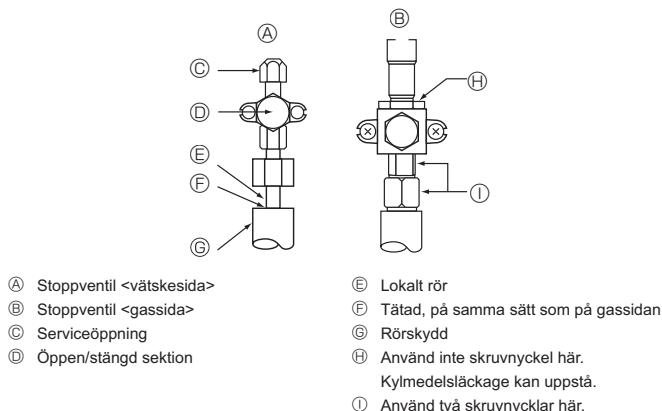

Fig. 4-5
4.4. Provmetod för att kontrollera om köldmedelsrören är lufttäta (Fig. 4-5)
- ① Anslut testverktygen.
- ② Trycksätt inte till det angivna trycket direkt, utan lägg på trycket lite i taget.
- ① Trycksätt till 0,5 MPa (5 kgf/cm²G), vänta i fem minuter, och kontrollera att trycket inte minskar.
- ② Trycksätt till 1,5 MPa (15 kgf/cm²G), vänta i fem minuter, och kontrollera att trycket inte minskar.
- ③ Trycksätt till 4,15 MPa (41,5 kgf/cm²G) och mät den omgivande temperaturen och köldmedelstrycket.
- ③ Om det angivna trycket håller i ungefärligen en dag utan att minska, har rören klara testet och det finns inga läckor.
- ④ Om trycket minskar i steg (2) eller (3), finns det en gasläcka. Leta efter orsaken till denna gasläcka.